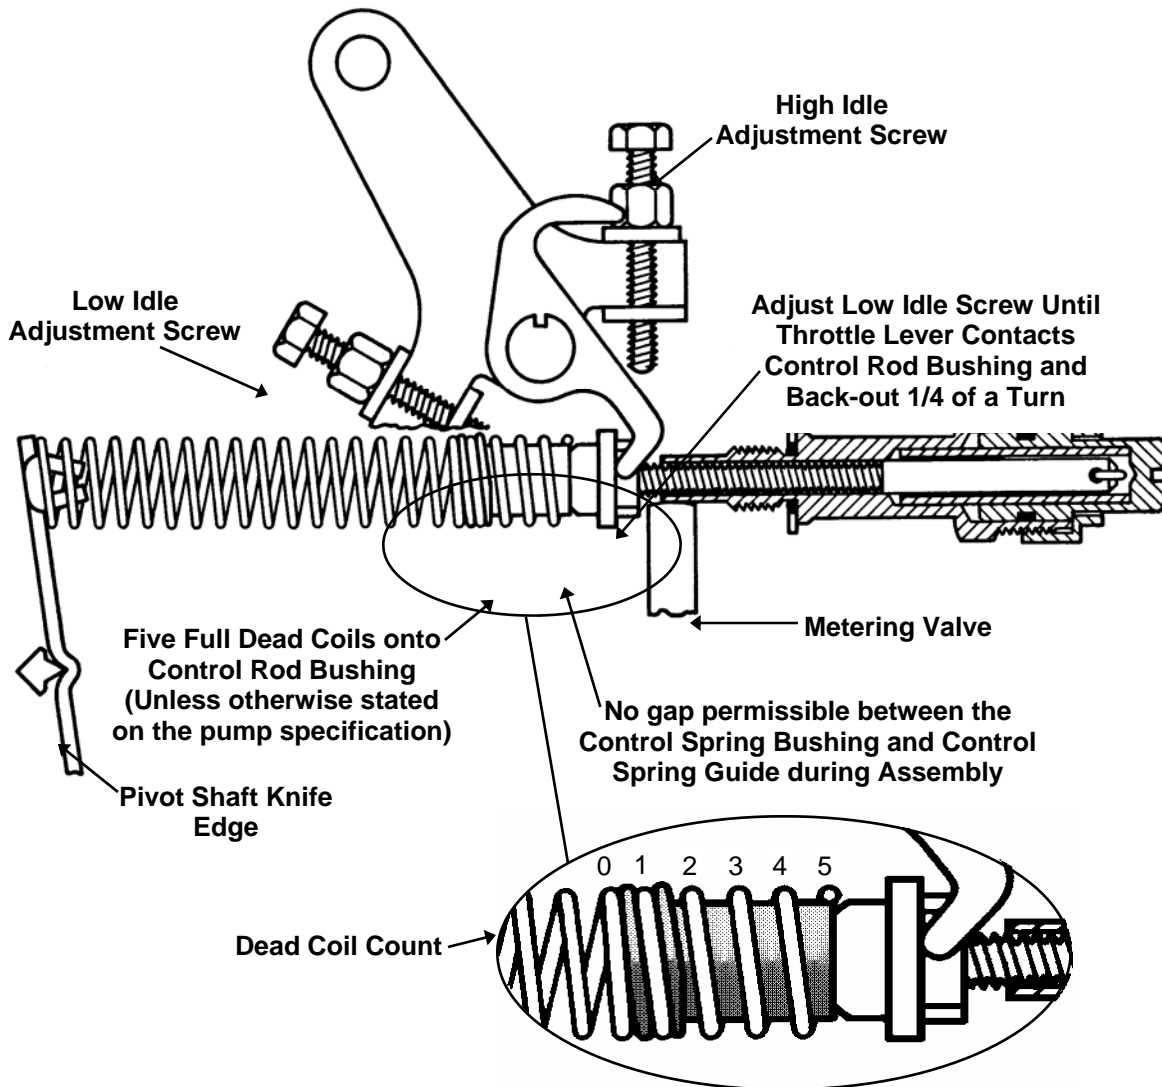

Figure 3
1. Installer les bras du régulateur avec la tringlerie et le ressort du régulateur attaché, dans le carter. Installer l'axe pivot à travers le carter, le côté "aigu" côté pompe de transfert comme le montre la figure 3. Monter un joint torique et un écrou de maintien à chaque extrémité de l'axe pivot et serer
5. Positionner la goupille de l'axe du régulateur dans le trou prévu à son extrémité comme le montre la figure 3.
8. La bague de l'axe du régulateur étant en vutée contre le guide du ressort, comme le montre la figure 3, **visser 5 spires du ressort** sur le guide. Glisser l'autre extrémité du ressort sur les ergots du bras du régulateur en positionnant la partie courbée du ressort entre les deux ergots.